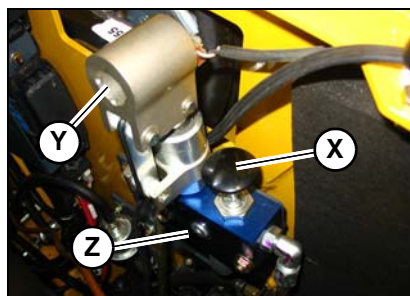

Figura 56 – Opção do sistema de libertação do travão de estacionamento
1. Localize o macaco de libertação do travão (Z, Figura 56) e a manivela. Em função do modelo específico, pode ser necessário remover coberturas e/ou abrir a porta traseira da máquina.
2. Posicione o recetor de libertação do travão (Y) e introduza a manivela do macaco.
3. Mantenha premido o êmbolo (Z) contra o sistema de libertação do travão.
4. Dê à manivela para gerar pressão no sistema de libertação do travão. À medida que a pressão se vai acumulando, o êmbolo (X) fica em baixo, não sendo necessário segurá-lo.